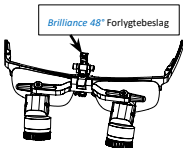

Fig.7
*Brilliance™ 48°* er monteret med forlygtebeslag, som har en svalehalesamling indeni, se fig. 7: